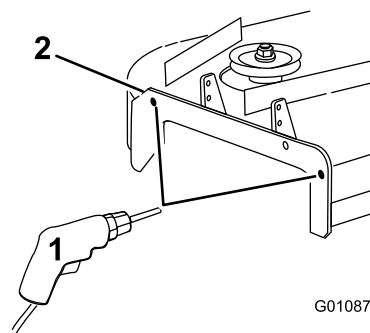

Figure 7
1. Vérifiez le diamètre des trous aux emplacements indiqués à la Figure 7.
3. Percez les trous au diamètre spécifié aux emplacements indiqués sur la Figure 7.